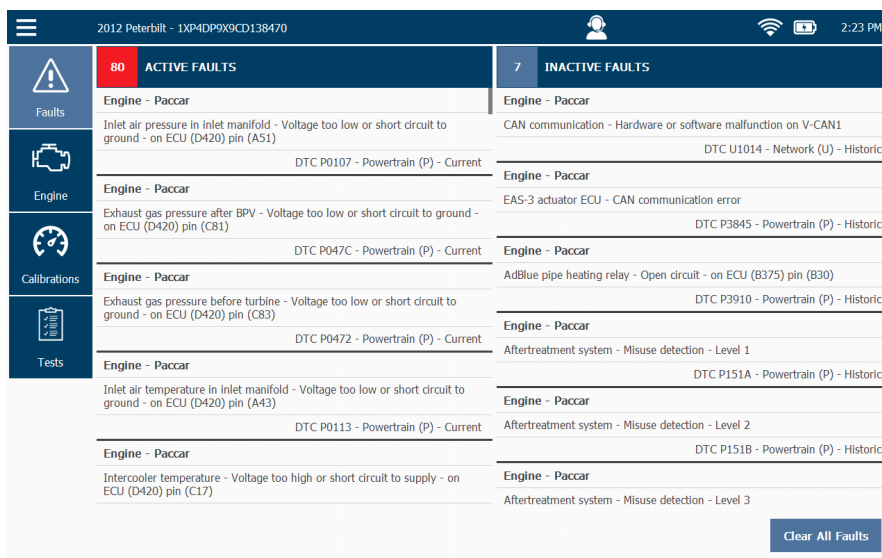

Figura 10.1 Menú de Diagnóstico
- Tocar la **flecha atrás** para volver a la lista de fallas (Figura 10.1), y seleccionar una falla diferente para ver la información de Reparación-Conexión de esa falla.
- Tocar la **flecha atrás** dos veces para volver a la lista de fallas (Figura 10.1).
- Tocar la **flecha atrás** para volver a la lista de fallas (Figura 10.1).